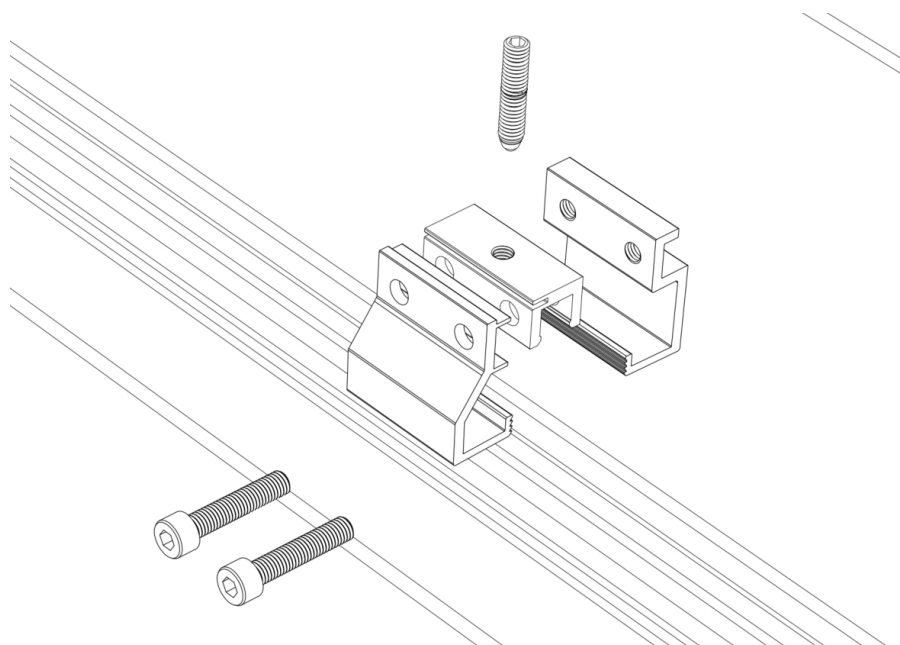

図 8
- クランプのベースとベースプレートを一緒に取り外します (図 8)。